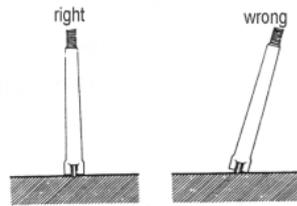

Fig. 8
- * Cuando se está tomando la temperatura superficial, la parte superior de temperatura debería colocarse cerca con la superficie a medir (véase la Fig. 8).